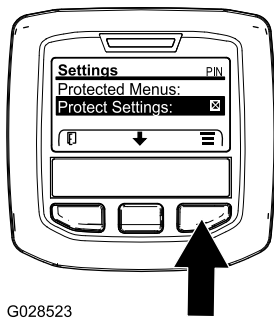

Figure 44
1. Dans le MENU PRINCIPAL, appuyez sur le bouton central pour naviguer jusqu'au menu RÉGLAGES, puis appuyez sur le bouton droit (Figure 44).